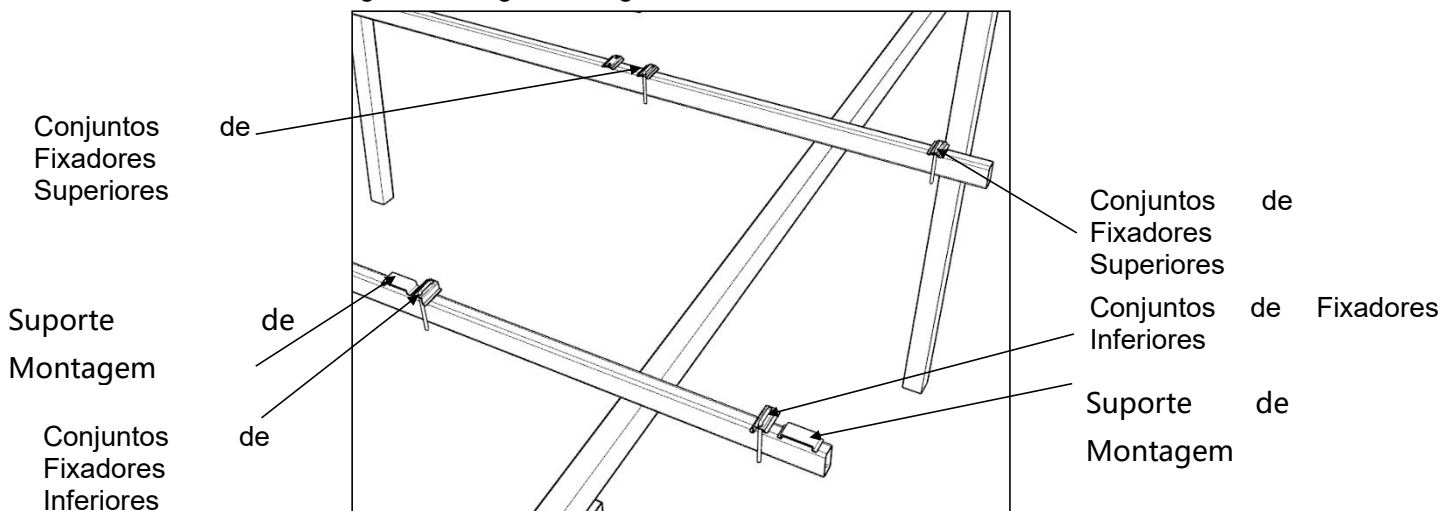

Figura 8
- 8) Coloque os conjuntos de fixadores superiores na segunda fileira de montantes e a posição dos acessórios de montagem é a seguinte (Figura 8);